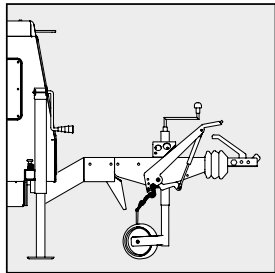

Fig. 1
- **Kit de transporte**, a torre está preparada para viagens de estrada. Inclui como padrão: roda auxiliar, lança reta com engate tipo bola e ligações para pilotos de sinalização (luzes de travagem, intermitentes), bem como holofotes de posição e travão de mão. Como opção, existem disponíveis lanças tipo pescoço de cisne e ajustáveis, bem como engate tipo anilha (ver Fig. 1, 2 e 3).